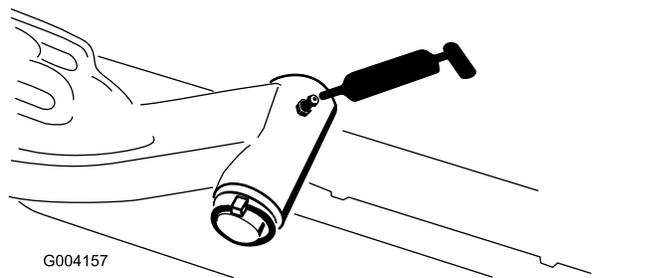

図 44
- 昇降アームのピボットシャフト各アームに1ヶ所一 図 44